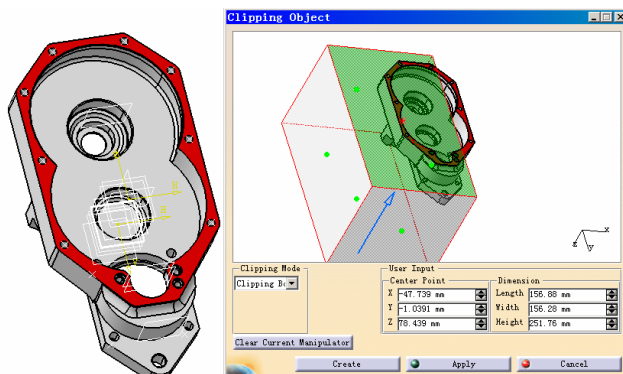

图 6-222
- 双击需要移动的裁剪平面，在 3D 模型中，移动鼠标到模型中某个坐标轴、平面或边界（点或直线）上，则裁剪平面也会在三维窗口中移动到相应位置。此方法可以精确定位裁剪边界到某个点或平面上，生成的视图也将与参考元素产生关联，如图 6-222 所示。